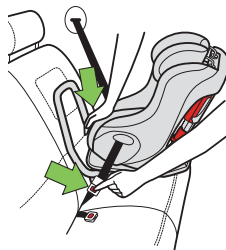

Figura 71
- Si se presiona el centro del asiento de seguridad se reduce la tensión del cinturón del vehículo, lo cual facilita desabrochar el mismo, como se muestra en la **figura 71**.